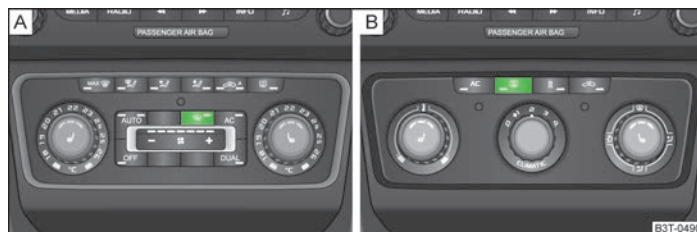

Fig. 43 Conmutador del parabrisas calefactable/Conmutador para la calefacción de luneta
- La calefacción del parabrisas se conecta o desconecta pulsando el conmutador **A** » fig. 43 - **A** - el testigo de control en el conmutador se enciende o se apaga.
- La calefacción de la luneta posterior se conecta o desconecta pulsando el conmutador **B** » fig. 43 - **B** - el testigo de control en el conmutador se enciende o se apaga.